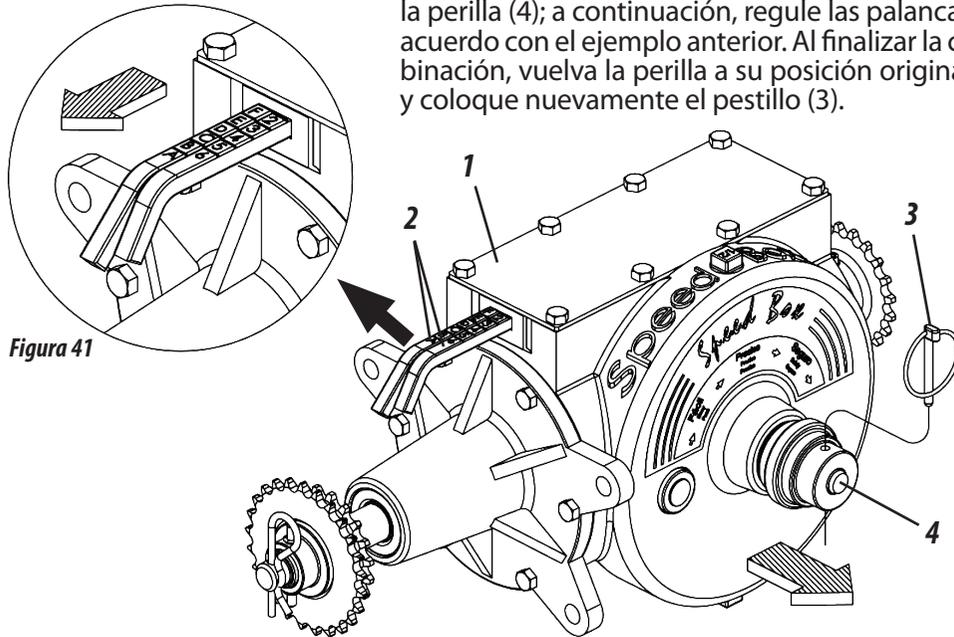

Figura 41
SPEED BOX (FIGURA 41)
- 1- Elija la cantidad deseada en las tablas y seleccione la combinación correspondiente en las palancas (2). **Ejemplo:** La posición **F2** en la tabla, indica que la palanca con letras debe estar en la posición "**F**" y la palanca con números debe estar en la posición "**2**", como se muestra en la figura 41.
- 2- Para mover las palancas retire el pestillo (3) y jale la perilla (4); a continuación, regule las palancas de acuerdo con el ejemplo anterior. Al finalizar la combinación, vuelva la perilla a su posición original (4) y coloque nuevamente el pestillo (3).